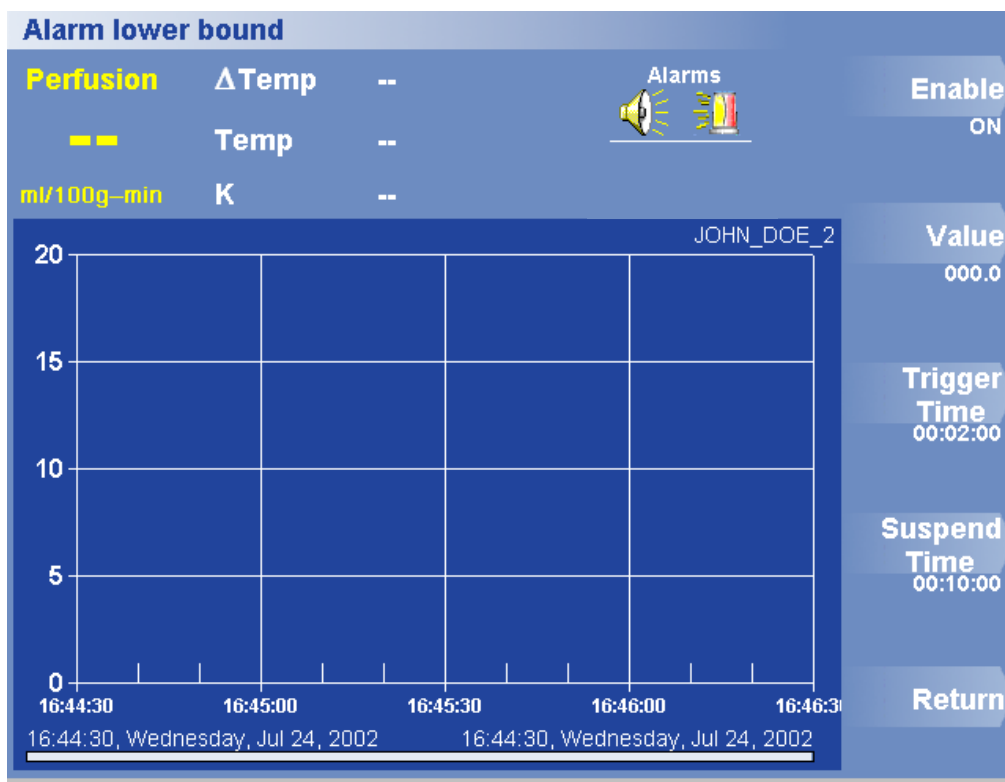

図 30 アラーム下限メニュー
2. Lower Bound (下限) を押します。アラーム下限メニューが表示されます (図 30)。